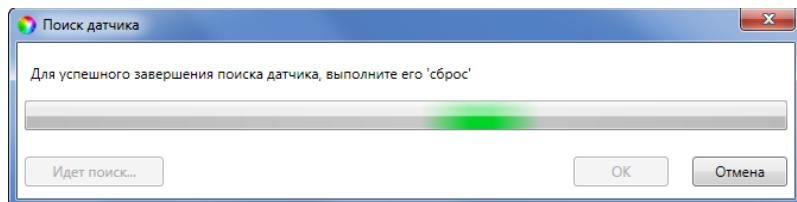

Рисунок 7.42 — Поиск радиоустройства
- После нажатия кнопки *OK* начнется поиск радиоустройства контроллером (см. рисунок 7.42). Для того чтобы устройство было найдено контроллером, его следует перевести в режим связывания (выполнить «сброс»).